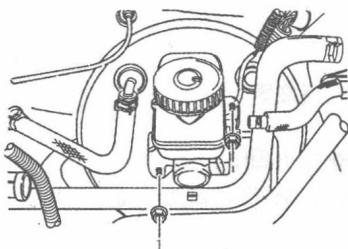

图 1-8 拆卸总泵总成
- (5) 塞住制动管路开口，以免制动液流失和污染。
- (6) 从助力器上拆卸连接螺母。
- (7) 拆卸总泵总成，如图 1-8 所示。
- (8) 从助力器壳体上拆卸密封件并报废密封件。
- (9) 排放制动液。